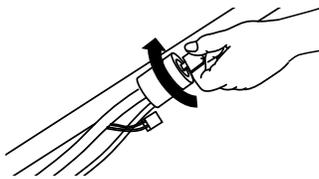
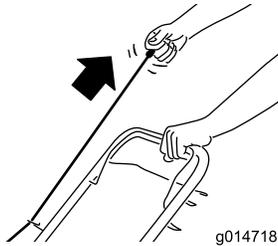

Bild 16
Bild 17
2. Drehen Sie den Zündschlüssel (nur Modelle mit Elektrostart, siehe Bild 16) oder ziehen Sie am Rücklaufstartergriff (Bild 17).